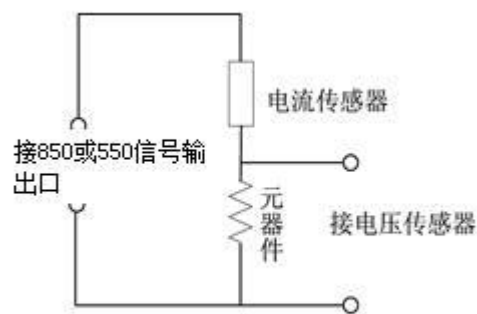

图 6 伏安特性测量原理图
3. 采用电流和电压两种传感器，测量电阻、电容、电感、二极管的正弦波和渐升波的电压与时间曲线以及他们的伏安特性曲线，并且截图，并做分析。测量电路如图 6。